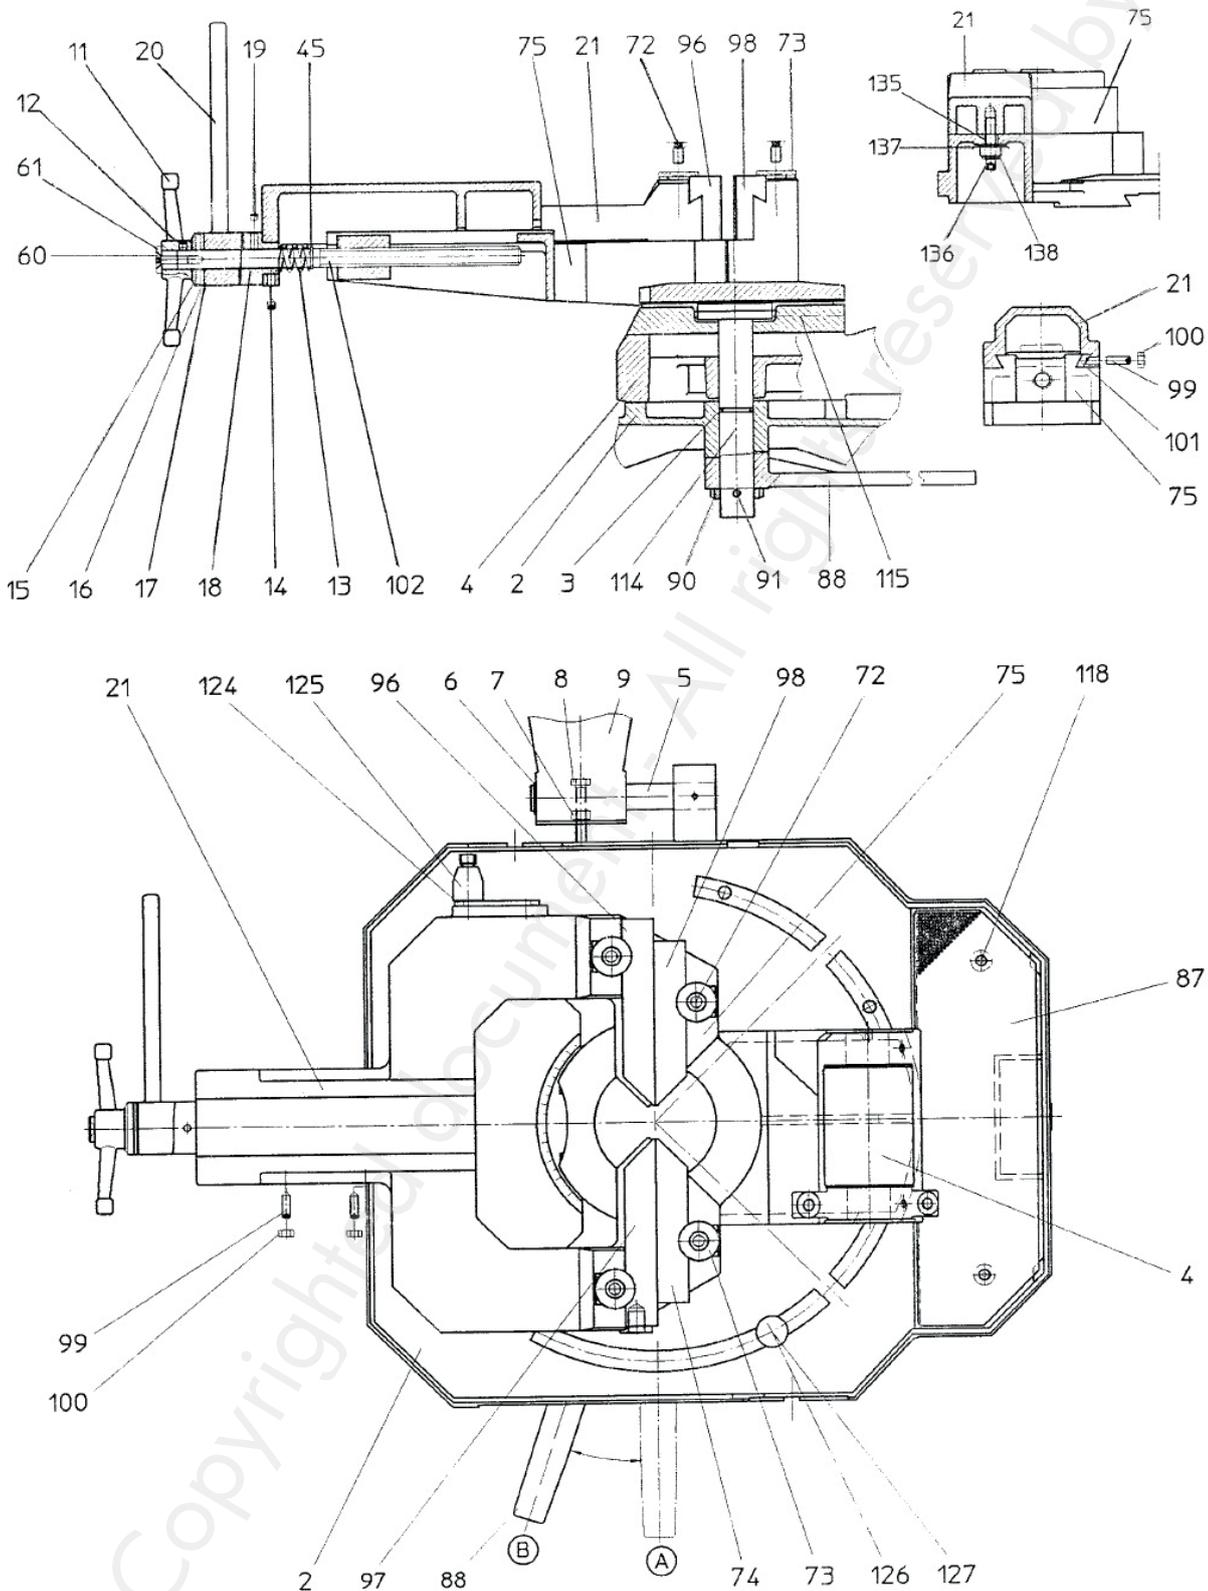

Fig. 15 Dessin des pièces détachées 4 - MKS 350 / MKS 351
1. Démontez le mors de serrage (Fig. 15, 21), enlevez complètement l'étai (Fig. 15, 75) en tournant le volant (Fig. 15, 11).
2. Graissez les glissières (Fig. 15, 75, 21 et 101) et versez une goutte d'huile au point de lubrification (Fig. 15, 99) derrière le volant.
2. Dévissez les vis (Fig. 15, 118) et enlevez le couvercle (Fig. 15, 87).
1. Desserrez le levier (Fig. 15, 88) et vérifiez si le plateau tourne facilement. Si nécessaire, le jeu peut être réglé en desserrant la vis de blocage (Fig. 15, 91) et en ajustant l'écrou de réglage (Fig. 15, 90).
2. Resserrez la vis de blocage (Fig. 15, 91) et bloquez le plateau tournant avec le levier.